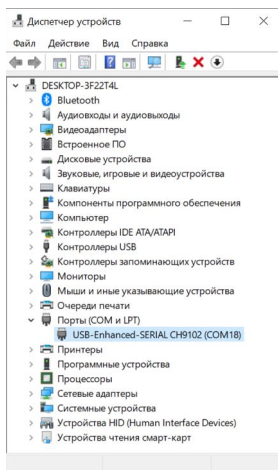

Рис. 11. Диспетчер устройств Windows.
3. Определите с помощью «Диспетчера устройств» Windows номер COM-порта, к которому подключен термогигрометр. Для этого нажмите правой кнопкой мыши на значок «Мой компьютер», выберите «Свойства» и далее пункт «Диспетчер Устройств» (для Windows 10 нажмите правой кнопкой мышки на меню «Пуск» и выберите «Диспетчер устройств»). Кликнув по строке «Порты (COM и LPT)», Вы увидите в строке «USB-Enhanced-SERIAL CH9102». На Рис. 11 номер порта – COM18 (номер порта может отличаться).